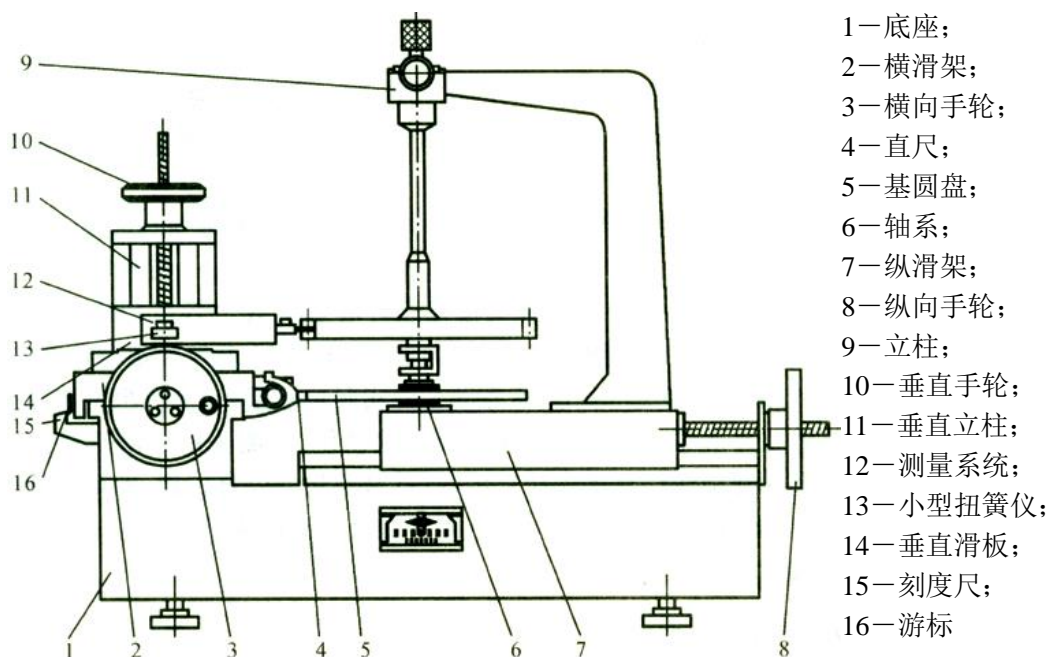

图 3-1 单盘式渐开线检查仪
根据渐开线发生的原理，单盘式渐开线检查仪产生一个理论渐开线轨迹，将实际齿形与该理论轨迹进行比较，从而评定实际齿形的正确性。如图 3-1 所示，基圆盘 5 与被检工件同轴（基圆盘的直径与被测齿轮的基圆直径相等）。基圆盘由弹簧压紧在直尺 4 上。使基圆盘与直尺面相切。直尺移动时，由摩擦力带动基圆盘作相对纯滚动，直尺与基圆盘相切的面上任意一点都相对于基圆盘画出一根理论渐开线轨迹。测量系统 12 中的测头与直尺一起移动，测头的工作点在直尺与基圆盘的接触平面上。所以当直尺与基圆盘作纯滚动时，测头就相对基圆盘走出一条理论渐开线轨迹。
1. 参看图 3-1，转动横向手轮 3，使横向滑架 2 移至零线位置，即游标 16 与刻度尺 15 上的零线对准。刻度尺指零时，测头的中心通过基圆盘中心。